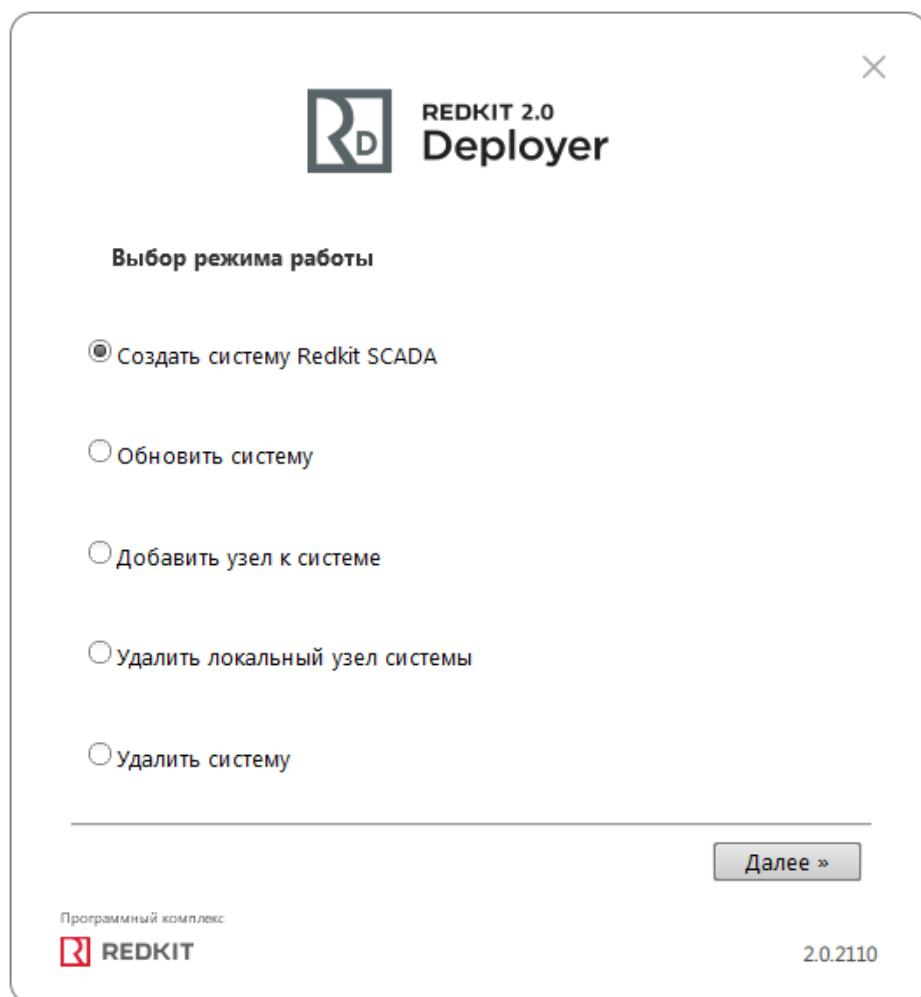

Рисунок 16 - Выбор режима работы Deployer
2. Выберите режим работы "Создать систему Redkit SCADA" (Рисунок 16).